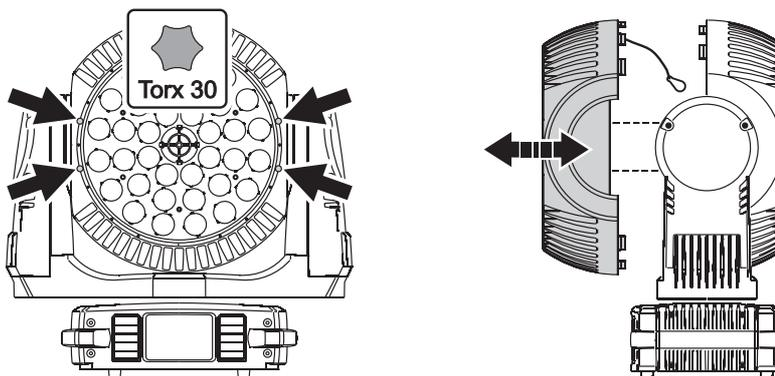

Bild 7: Entfernen / Installieren eines Moduls
2. Siehe Bild 7. Lösen Sie mit einem Torx 30 Schraubendreher die vier markierten Schrauben, heben Sie das Modul vom Kopf, lösen Sie das Sicherungsseil und entfernen Sie das Modul.